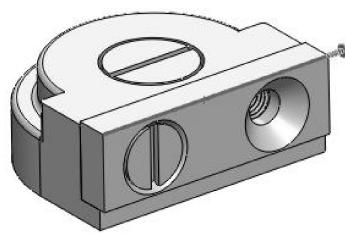

图 7-48 选择阵列参考方向
- 11 在【装配体】选项卡中单击【线性零部件阵列】按钮 $\square$ ，属性管理器中显示【线性阵列】属性面板。然后在钳口板选择一边线作为阵列参考方向，如图 7-48 所示。